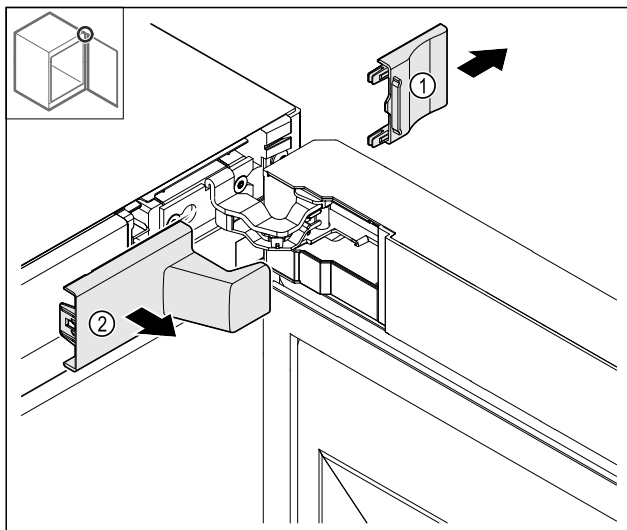

Fig. 8
- Rimuovere la copertura Fig. 8 (1) e poi Fig. 8 (2).